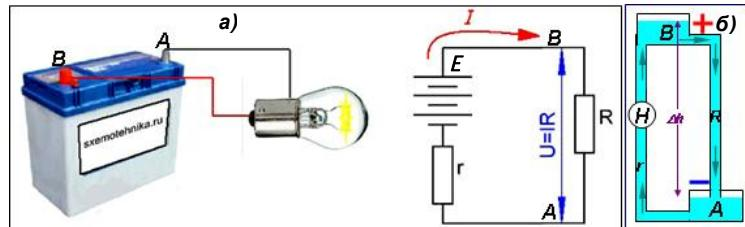
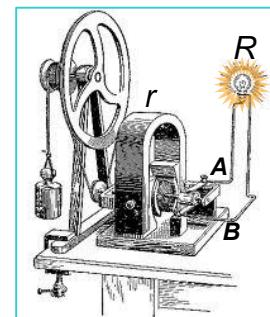

Рис. 117. Полная (замкнутая) электрическая цепь (а) и её гидравлический аналог (б).
Рис. 118. Сила тяжести гири совершает работу, вращая генератор, создающий ЭДС.
10. Цепь, по которой идёт ток, является замкнутой. В ней можно выделить два участка: **внешний** и **внутренний**. Внешний участок (**ВА**) составляют различные потребители, а внутренний участок (**АВ**) содержит источник тока3, рис. 117.
Цепь, подобна напору воды, создаваемому гидравлическим насосом в гидравлической цепи, рис. 117, б. Для создания ЭДС источником тока, как и для создания и поддержания напора воды гидравлическим насосом, необходимо
Например, в гальванических элементах работа сторонних сил совершается за счёт энергии, которая выделяется при химических процессах растворения электродов в электролите, рис. 117, а. В небольшом электромагнитном генераторе тока работа сторонних сил может совершаться за счёт убыли потенциальной энергии груза – опускающейся гири, рис. 118. На электростанциях для вращения электрогенераторов, создающих ЭДС, используют энергию воды, ветра, топлива.
50. В замкнутой цепи электрический ток  $I$  последовательно протекает по внешнему и по внутреннему участкам цепи, рис. 117, 118. Источник тока обладает сопротивлением, поэтому падение напряжения существует как на внешнем, так и на внутреннем участках цепи. Иными словами, ЭДС в замкнутой цепи уравновешивается падениями напряжения на этих участках: